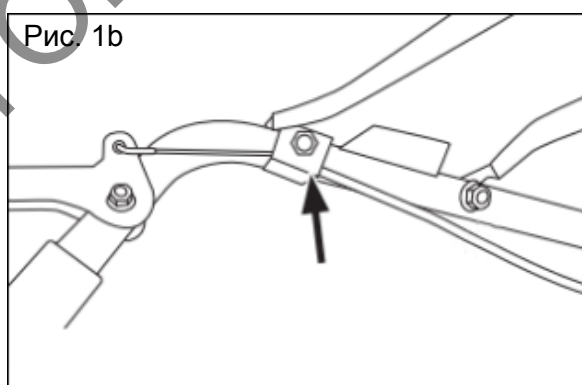

Рис. 1b
(2) Прикрепите рукоятку к ручке управления и закрепите её болтом вместе с держателем тросика (рис. 1b).